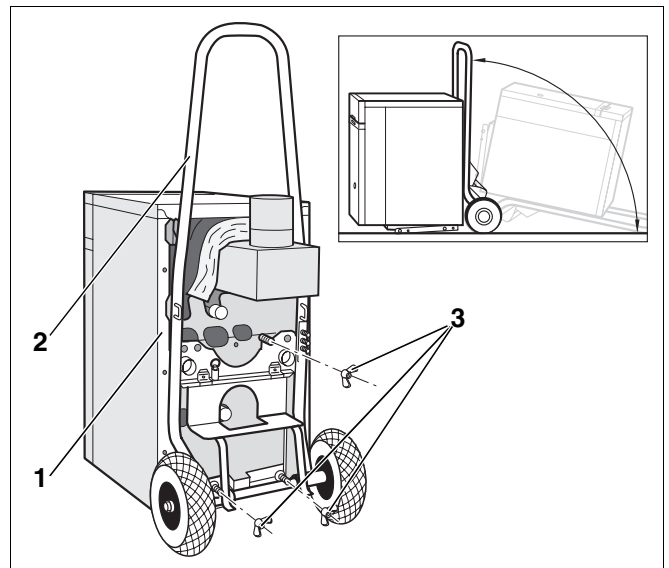

Abb. 4 Heizkessel am Kesselkuli sichern
- Kesselkuli (Abb. 4, **Pos. 2**) an die Rückseite des Heizkessels (Abb. 4, **Pos. 1**) stellen.
- Kesselkuli (Abb. 4, **Pos. 2**) mit drei Flügelmuttern (Abb. 4, **Pos. 3**) an der Rückseite des Heizkessels (Abb. 4, **Pos. 1**) sichern.